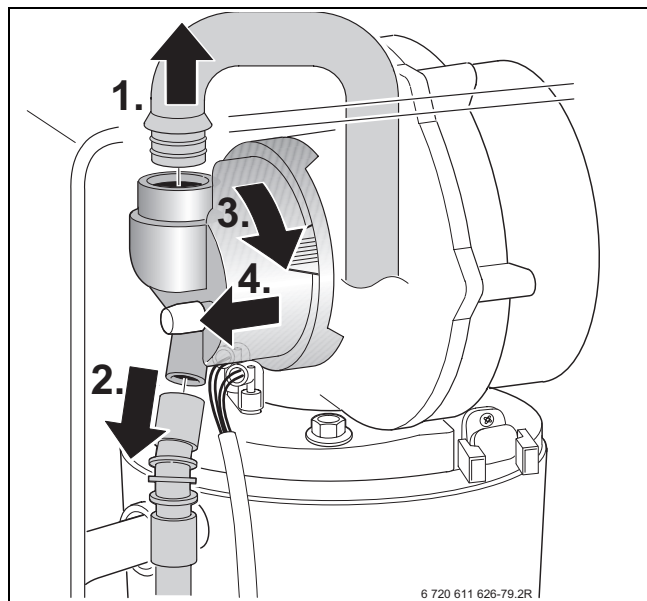
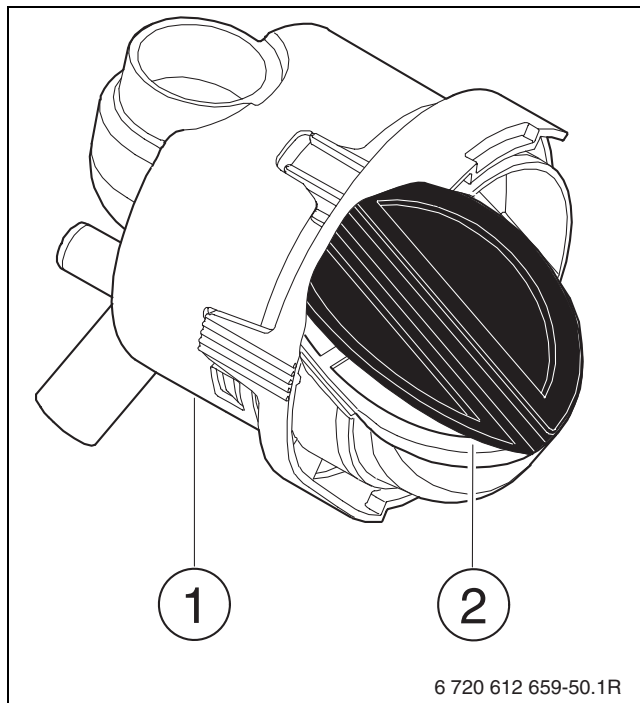

Fig. 55
Fig. 63
- Smontare il miscelatore (per le operazioni appena descritte seguire le fasi indicate nella fig. 55).
- Smontare il miscelatore aria/gas (fig. 63, [1]) seguendo la procedura come da fig. 55, pag. 55.